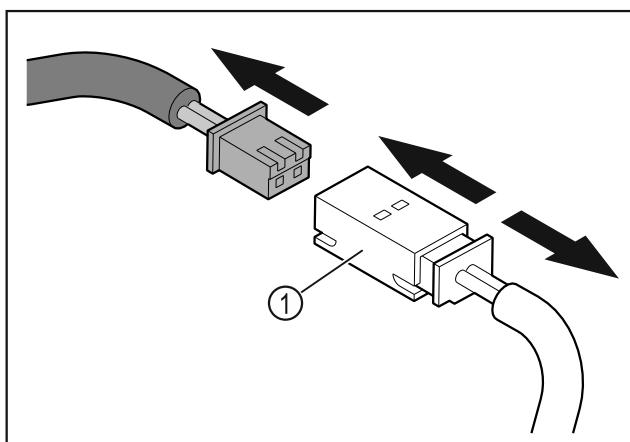

Fig. 13
- Iskopčajte utikač i spojku utikača Fig. 13 (1).